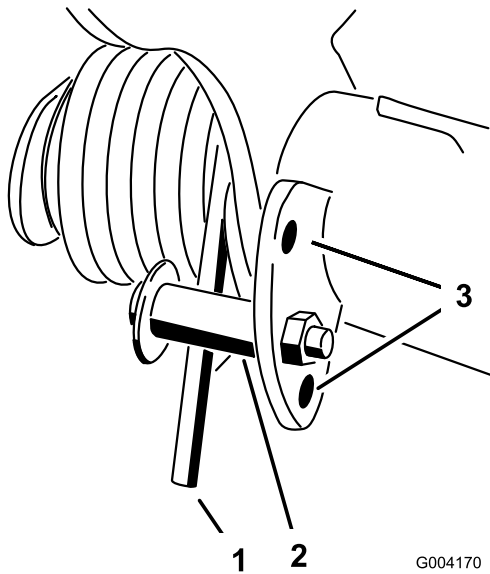

Bild 40
2. Führen Sie ein Rohr oder ein ähnliches Objekt in die lange Feder ein, um die Federspannung während der Einstellung aufzuheben (Bild 40).
3. Wenn Sie die Federspannung aufgehoben haben, nehmen Sie die Schraube und Sicherungsmutter ab, mit denen der Federaktuator an der Halterung befestigt ist (Bild 40).